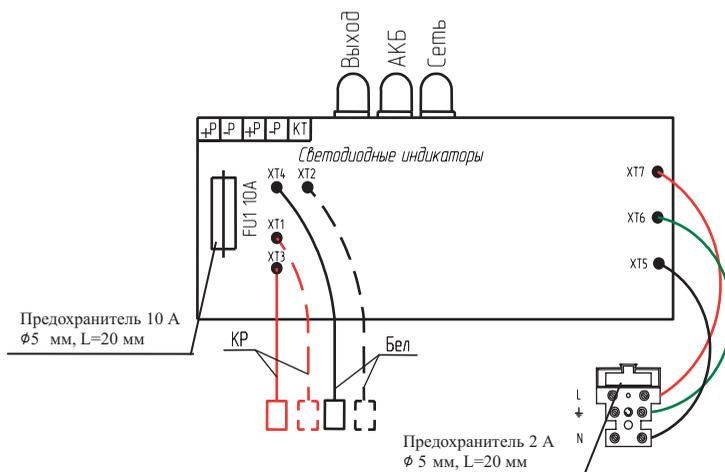

Рисунок 2 – Плата бокса
6.4 Подключение соединений производить в следующей последовательности (см. рисунок 2):
- в) подать на бокс сетевое напряжение 230 В 50 Гц, при этом должен засветиться зеленым цветом индикатор **СЕТЬ**. Если индикатор **СЕТЬ** не засветился, проверить наличие сетевого напряжения на клеммах L и N сетевой колодки и исправность предохранителя 2А (см. рисунок 2), и при необходимости, заменить его;
Если индикатор «**ВЫХОД**» погас, то необходимо заменить предохранитель 10 А (см. рисунок 2).
в) отсоединить провода от всех клемм «+Р». Индикаторы **АКБ** и **ВЫХОД** должны светиться. Если индикатор **ВЫХОД** погас, необходимо заменить предохранитель FU1 10 А (см. рисунок 2);